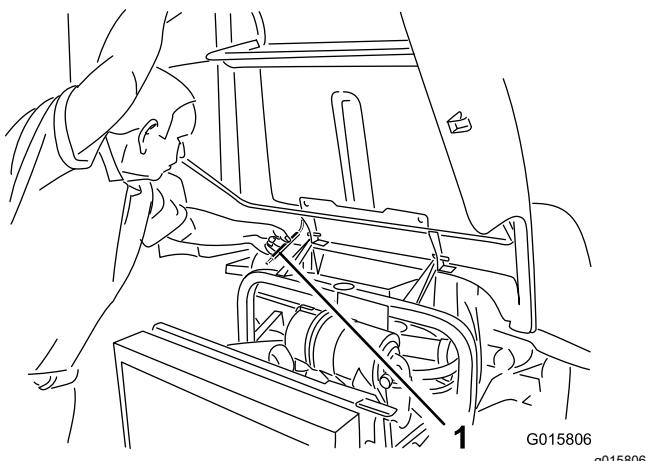

図 65
2. フレームチューブの下に支え棒が入る高さまでフードを持ち上げる図 65。